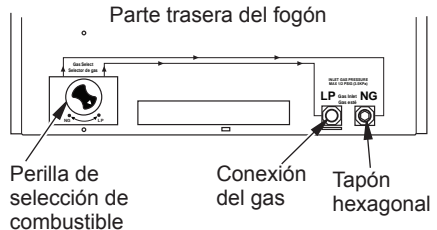

Figura 8 - Ajustes para Gas Propano/LP
2. Para GAS PROPANO, presione la perilla con un destornillador plano con hoja de un cuarto de grosor y gire la perilla en dirección contraria a las manecillas del reloj hasta que la perilla se fije en la posición LP (consulte la Figura 8). El dispositivo de selección de combustible debe estar fijo en la posición LP. No use el calentador con la perilla ubicada entre las dos posiciones.
4. Retire el tapón hexagonal (con la llave provista) de la entrada de gas propano/LP del regulador (consulte la Figura 8). Coloque el tapón hexagonal en la entrada NG del regulador. Instale la tubería de gas en la entrada del regulador de gas LP. Utilice sellador de roscado para evitar fugas.